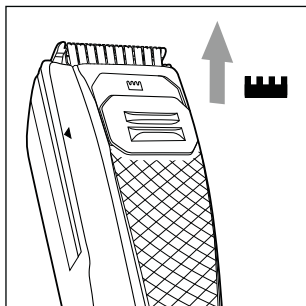

Fig. 6
- 1) Ajuste el interruptor de la función de reducción de volumen  **2** hacia arriba en la posición . Con esto, la función integrada de reducción de volumen se desplaza hacia arriba en el cabezal de corte **1** (consulte la fig. 6).